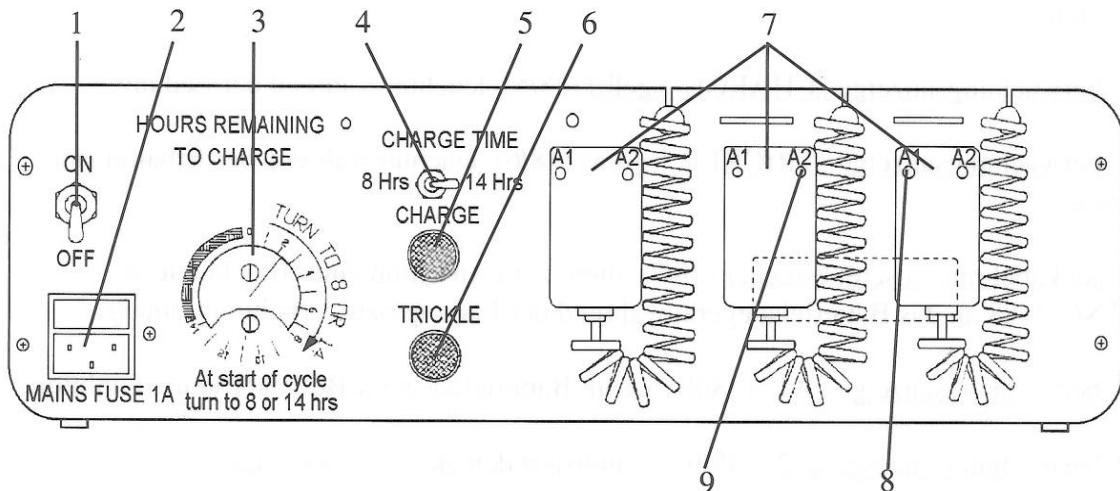

Bild 48 Batterieladegerät BCT 80T, Bedienelemente
**HINWEIS** Die Bedienelemente sind auf Bild 48 dargestellt.